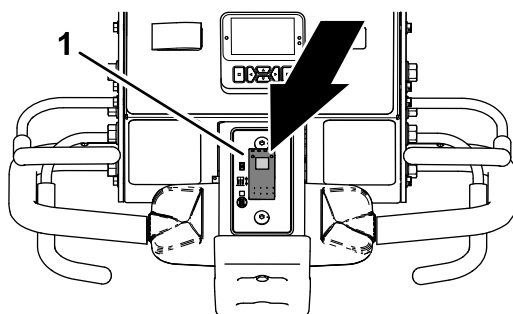

Figura 82
1. Prima a parte superior do interruptor de controlo da descida (Figura 82) para a posição DROP-DELAY (descida com atraso).